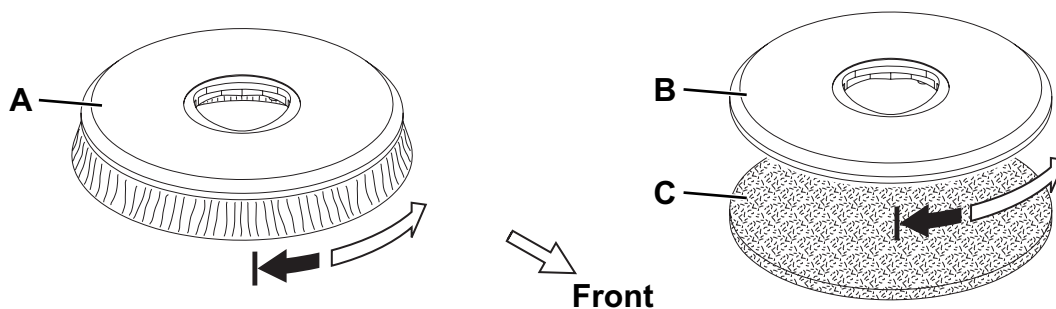

Рис. 1
Используйте либо щетку (А, Рис. 1) или прокладкодержатель (В и С) в соответствии с типом очищаемого пола.
2. Поднимите платформу щетки/прокладкодержателя (13), передвинув ручку управления (2).
3. Расположите щетку (А, Рис. 1) или прокладкодержатель (В - С) под платформой.
4. Опустите платформу (13) с помощью ручки управления (2).
5. Включите машину, повернув основной переключатель (41) в положение «I».
6. Нажмите на кнопку включения (43) на несколько секунд, чтобы зафиксировать щетку/прокладкодержатель на платформе приводной ступицы (13). В случае необходимости повторяйте эту процедуру, пока не удастся зацепить щетку/держатель прокладок.